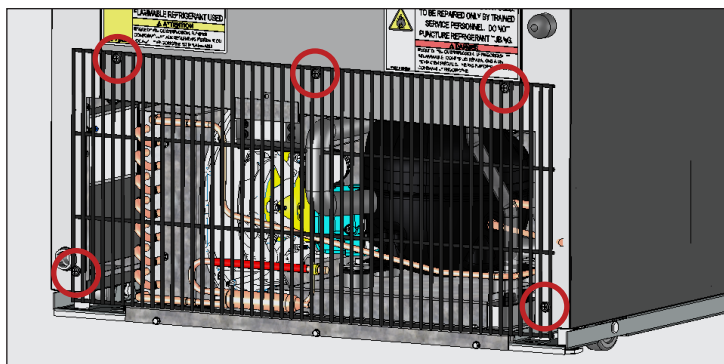

Fig. 1. Emplacement des vis de la grille arrière CVM-11/13. Votre application peut être différente.
2. Ôtez la grille arrière. Voir figures 1 et 2.